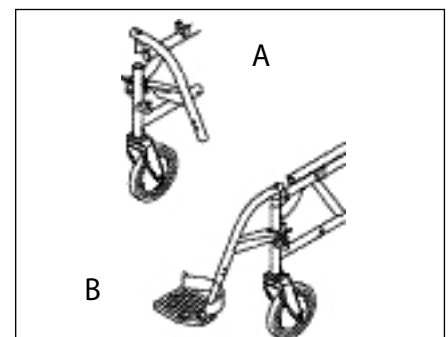

Abb. 4
Montage (Abb. 4)
- Stecken Sie den Fußrastenhalter in das Rahmenrohr vorne, so dass die Fußstütze vor dem Rahmen nach vorn steht. (Abb. 4-A)
- Drehen Sie die Fußstütze nach innen, bis sie auf dem Verschlussbolzen einrastet. (Abb. 4-B)